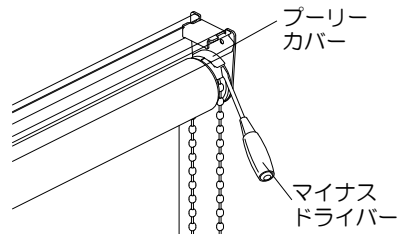

図2
4) プーリーカバーを外します。操作側にあるプーリーカバーの上端のツメの下にマイナスドライバーを挿し込み、マイナスドライバーをねじるようにして、開いた状態にします。（図2参照）